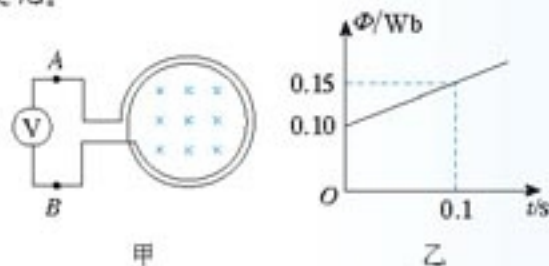

图4.5-4 电压表读数是多少？
2. 如图4.5-4甲，100匝的线圈（为表示线圈的绕向，图中只画了2匝）两端A、B与一个电压表相连。线圈内有指向纸内方向的磁场，线圈中的磁通量在按图乙所示规律变化。